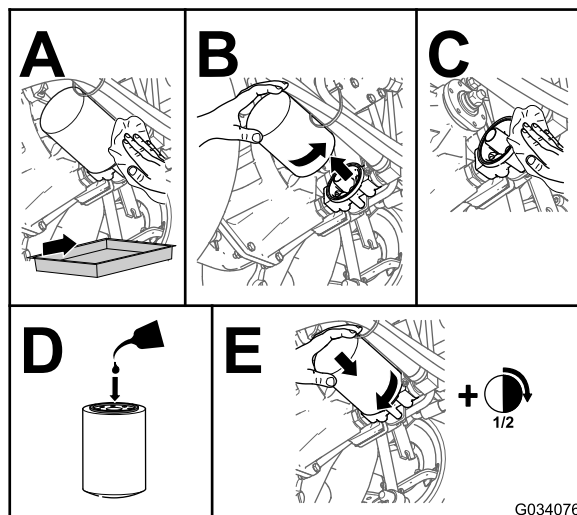

Рисунок 81
- Замените гидравлический фильтр (Рисунок 81).